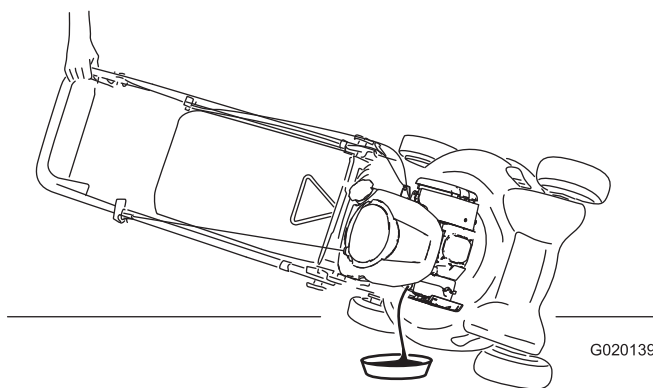

Figure 21
5. Retirez la jauge et vidangez l'huile usagée dans le bac de vidange (Figure 21).